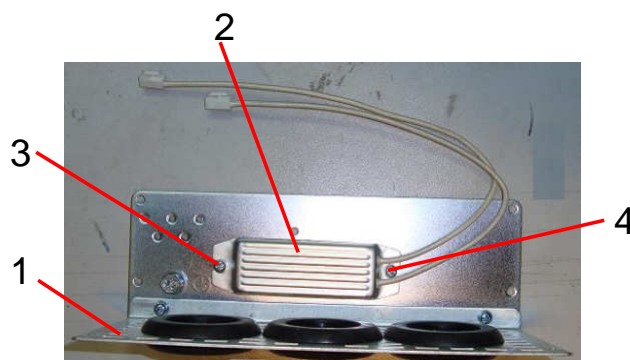

Рис.7.18
7.11.1. Взять панель кабельных вводов 1, установить резистор предзаряда 2, вкрутить винт 3 (рис.7.18), если резистор был снят.